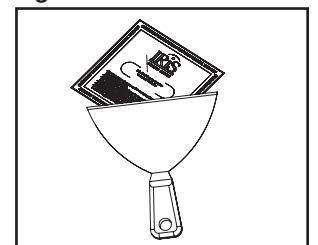

Figure 10.
1. Laissez la première couche sécher pendant la nuit. En suivant les instructions et avertissements du fabricant, appliquez un composé à usage multiple à l'aide d'un couteau de 8 po, couvrant le joint au moins 2 po par-dessus la première couche (Figure 10.). Les additifs (tels que le Trim-Tex Mud-Max) peuvent être utilisés pour renforcer et améliorer la durabilité du composé à joint. Conseil – Ne poncer que si nécessaire.